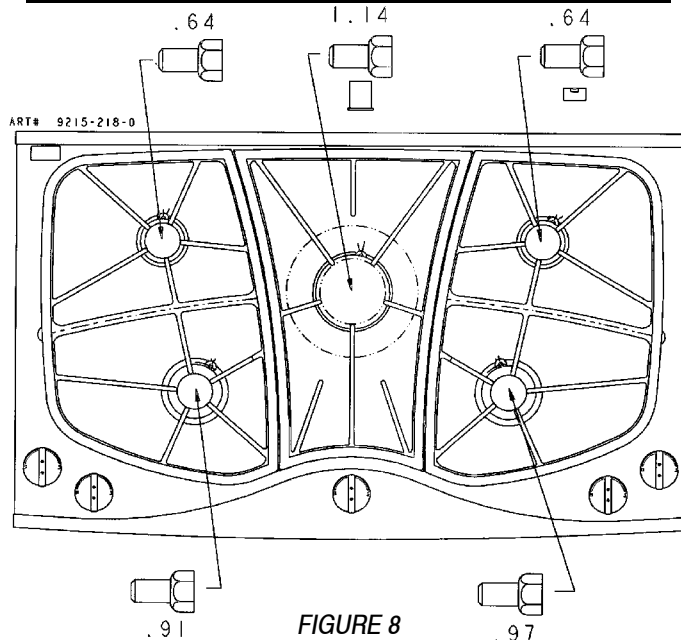

FIGURE 8
Étape 4 : Trouver le paquet de raccords à orifice GPL compris avec la documentation. Les raccords ont un nombre estampillé en petits chiffres sur le côté. Ce nombre est un code du diamètre de l'orifice et de l'emplacement du brûleur qui lui convient. La figures 8 et 9 montre l'emplacement correct d'un raccord à orifice pour GPL.